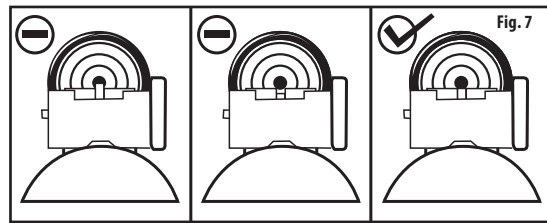

Fig. 7
- 1. Para modelos com miras abertas, a arma de pressão estará com a mira correta quando a lâmina da massa de mira estiver posicionada no visor (de encaixe) da alça de mira (Fig. 7).